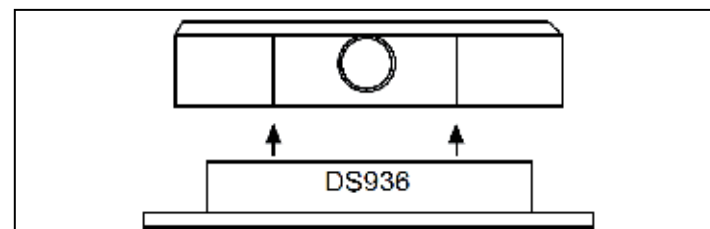

Рис. 2.1. Вставка сборки в коробку
3. Установите кронштейн монтажной платы в сборе в восьмиугольную коробку (см. рис. 2.1).